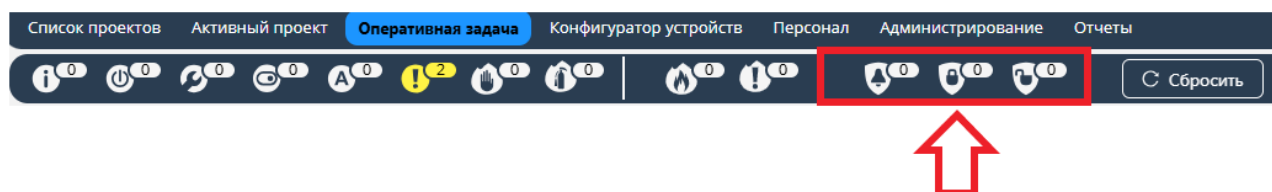

Рисунок 9.180 – Компонент «Охранный подсистема»
– **компонент «Охранный подсистема»** содержит охранные зоны, находящиеся в состоянии «Тревога», «На охране», «Снят с охраны» в соответствии с рисунком Рисунок 9.180;